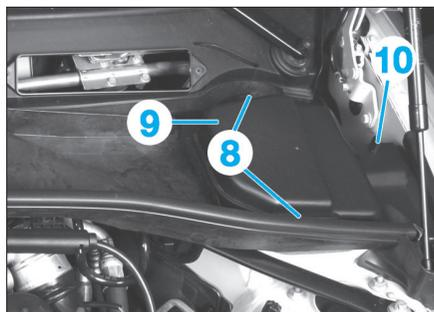

Fig. 14
- Déclipser les attaches de fixation (8) (Fig.14).
- Extraire le recouvrement (9) de son élément de guidage (10) et le déposer.